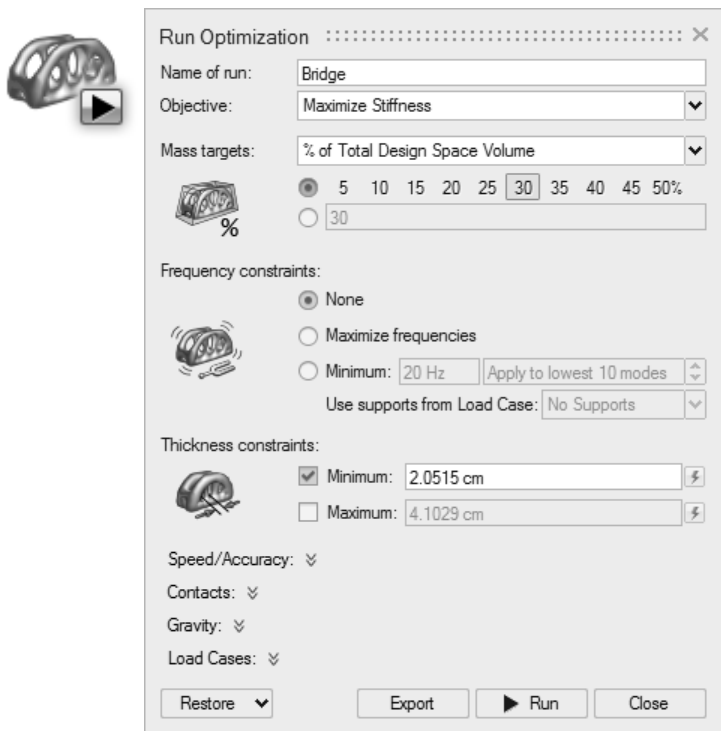

图 4-51
1) 从结构仿真功能区的优化图标中选择运行优化工具 , 弹出运行优化窗口, 如图 4-51 所示。